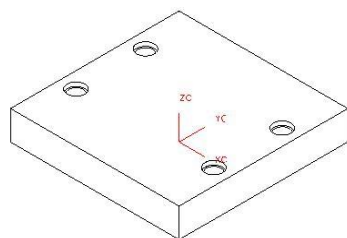

图5-70
1. 在设计区域中只显示 A 板，将其他组件全部隐藏，结果如图 5-70 所示。